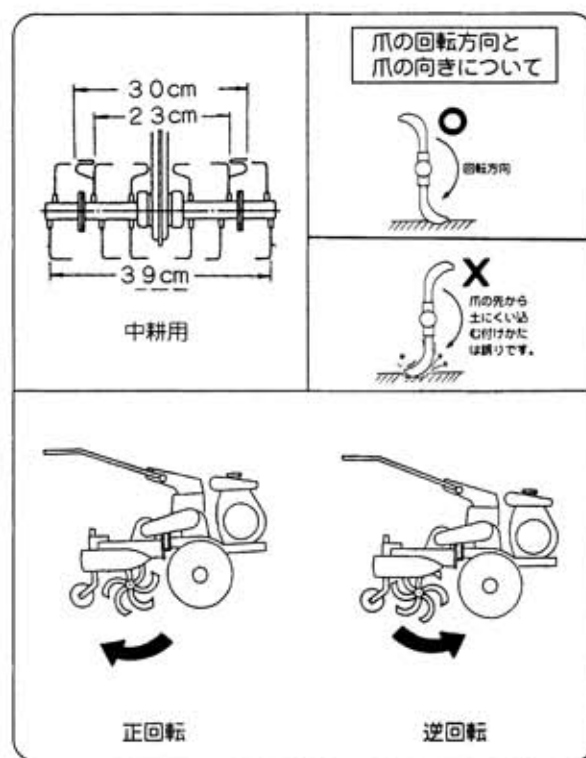

図10
④ 爪を取付けます。
- 爪の回転方向を確認して取付けてください。（図10）